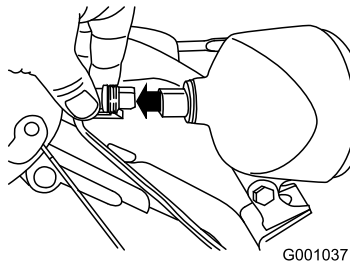

Bild 53
1. Nehmen Sie den Kabelanschluss hinten am Scheinwerfer ab (Bild 53).